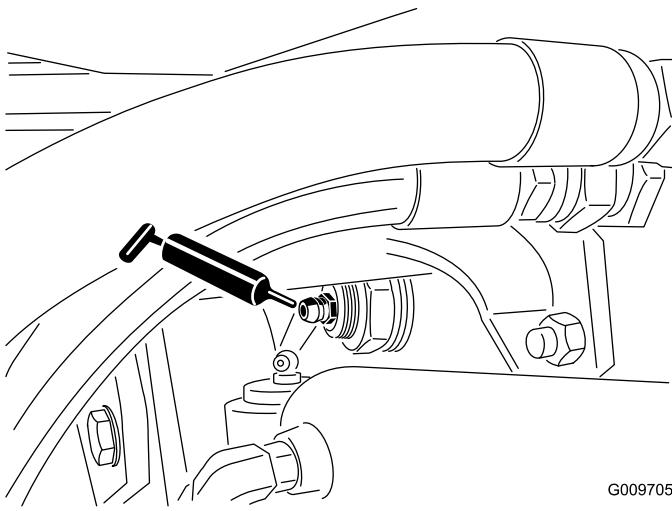

Figura 68
- Casquillos del pivote del eje trasero (2) (Figura 68)